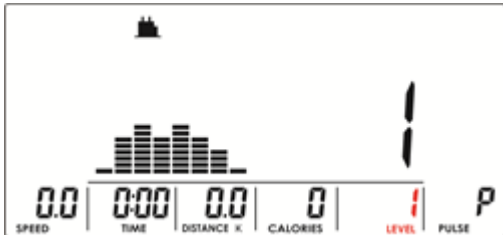

Abbildung 10
2. Benutzen Sie den UP/DOWN Drehregler um den Trainingswiderstand zu verändern (Abb. 10). Vorauswahl Stufe 1. Bestätigen Sie durch drücken der MODE/ENTER Taste.